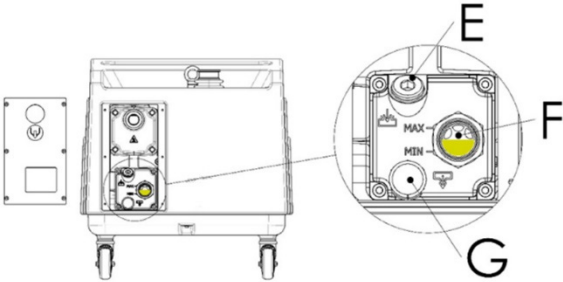
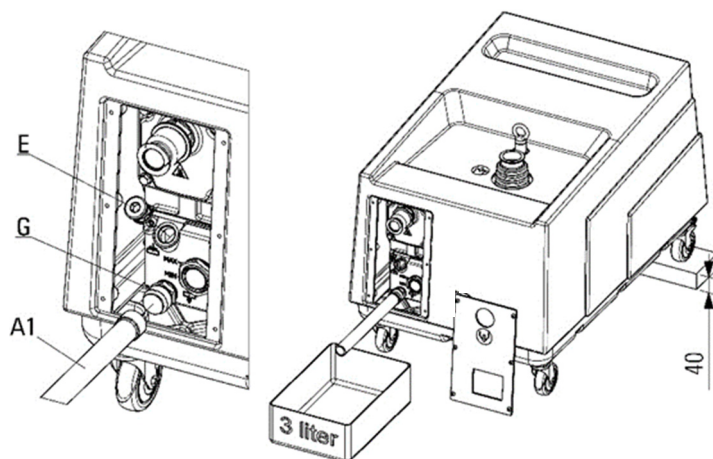

Abbildung 30
Abbildung 31
Drehen Sie den Stöpsel (E) und den Stöpsel auf dem Ausgang (G) erst ab (Abbildung 30), nachdem Sie unter dem Tank einen nach Form und Größe passenden Behälter platziert haben, der das ganze Öl aus der Pumpe aufnehmen kann (siehe Abbildung 31).